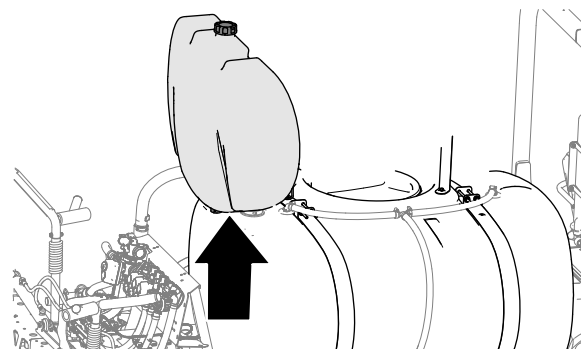

Figura 5
6. Retire el depósito de enjuague de la máquina (Figura 5).